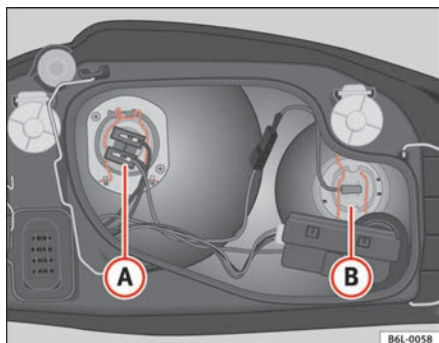

Abb. 153 Glühlampe
- Ziehen Sie den Stecker vom Lampenkabel ab ① ⇒ Abb. 153.